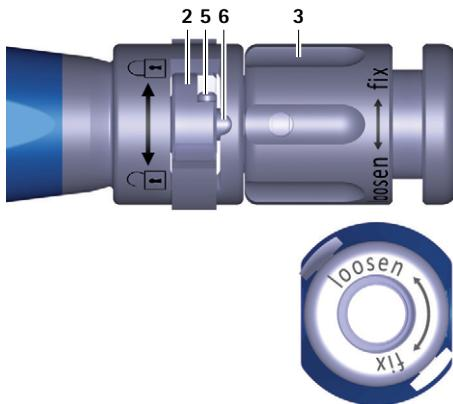

Fig. 1 Vista da vicino, strumento inseritore, interruttore aperto
- ▶ Ruotare il dado girevole **3** dello strumento inseritore **A** in senso antiorario (direzione "loosen"), per spostare in avanti l'astina **6**, vedere Fig. 1.
- ▶ Ruotare l'interruttore **2** verso sinistra (direzione ) , vedere Fig. 1.
- Ruotare l'interruttore **2** verso sinistra (direzione  $\odot$ ), vedere Fig. 1.
- Verificare la posizione per collegare lo strumento inseritore **A**, vedere Fig. 1.
- ▶ Ruotare il dado girevole **3** in senso antiorario (direzione "loosen"), per spostare in avanti l'astina **6**, vedere Fig. 1.